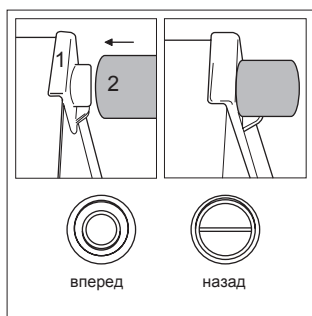

Рис. 2. Установка ограничительных упоров
- Установите ограничительные упоры в верхние углы задней стенки холодильника, как показано на рис. 2. Упоры поставляются, в дверной корзине внутри холодильного отделения.